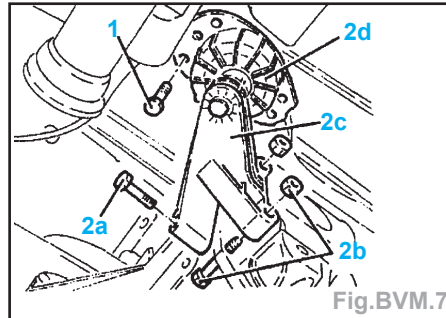

Fig. BVM.7
- Support de boîte (Fig.BVM.7).....**4,5 à 5,5**
- Silentbloc de boîte (Fig.BVM.7).....**3,2 à 3,9**
- Déposer le support (2c) et le silentbloc (2d) (Fig. BVM.7).